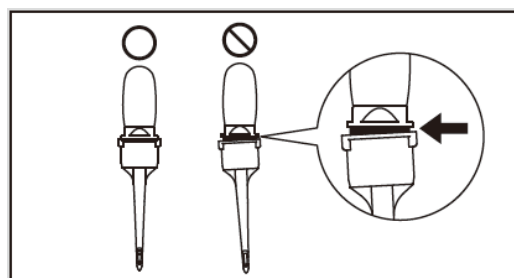

Рис. 9
- Securely insert the Tip all the way by referring to the Fig. 9. If the Tip is inserted incorrectly, the Nozzle Tip will come off and accidental ingestion may result.
- Надежно устанавливайте носик полностью в насадку (Рис.9). Если носик установлен неправильно, он может выскочить и пациент может его случайно проглотить.